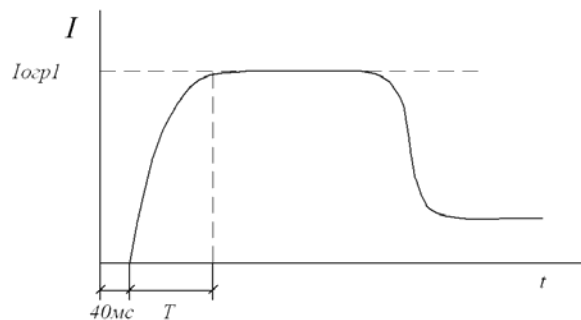

Рисунок 5 – Плавный пуск с ограничением тока
2.2.3 Плавный пуск с ограничением тока (рисунок 5)